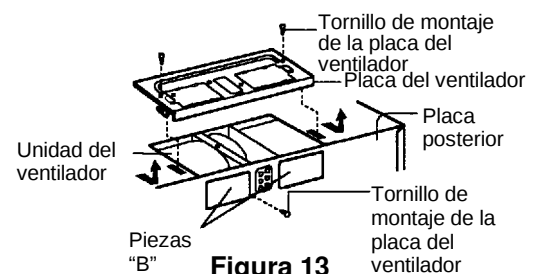

Figura 13
1. Quite un tornillo de montaje de la unidad del ventilador y un o dos tornillos de la placa del ventilador. Quite la placa del ventilador del gabinete. Vea la figura 13.